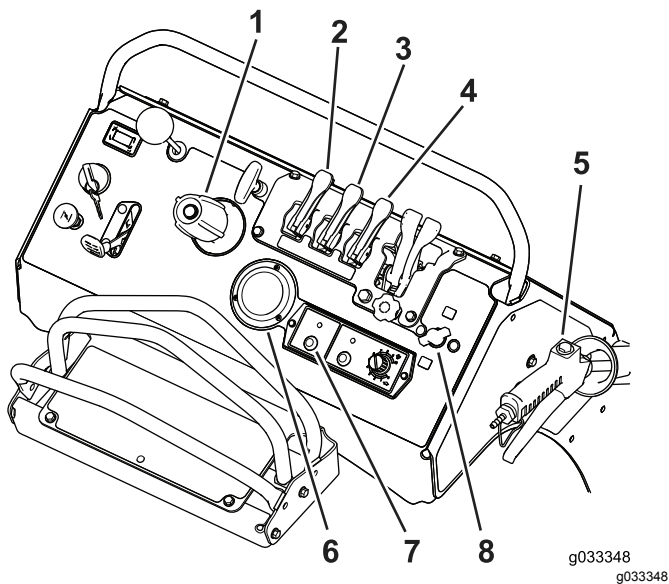

Figura 41
8. Ponga el interruptor de la bomba de fumigación en la posición de ENCENDIDO (Figura 41).